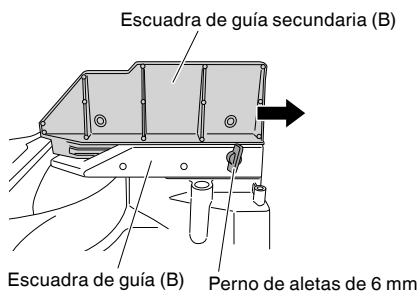

Fig. 13
Esta herramienta mecánica está equipada con una escuadra de guía secundaria (B). En el caso de corte en ángulo directo y de corte en ángulo a bisel derecho, utilice la escuadra de guía secundaria (B). Esto le permitirá realizar un corte estable del material con una cara trasera ancha. Cuando corte en ángulo hacia la izquierda, afloje el perno de aletas de 6 mm, luego deslice la guía auxiliar (B) hacia afuera, como se indica en la Fig. 13.
Al cambiar la altura del tornillo de fijación de 8 mm, afloje el perno de aletas de 6 mm mostrado en la Fig. 13, luego deslice la guía auxiliar (B) hacia afuera e incline el cabezal del motor hacia la izquierda.